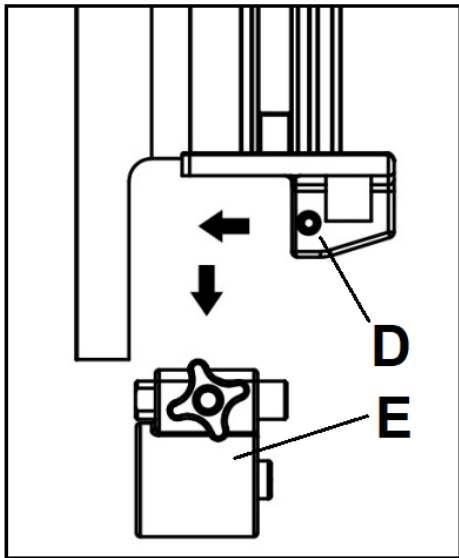

Рис. 21-1
- Ослабьте установочный винт (D, Рис. 21-1) при помощи 3 мм шестигранного ключа. Выдвиньте узел опоры подшипника (E, Рис. 21-1) вместе с осью вперед и извлеките их.